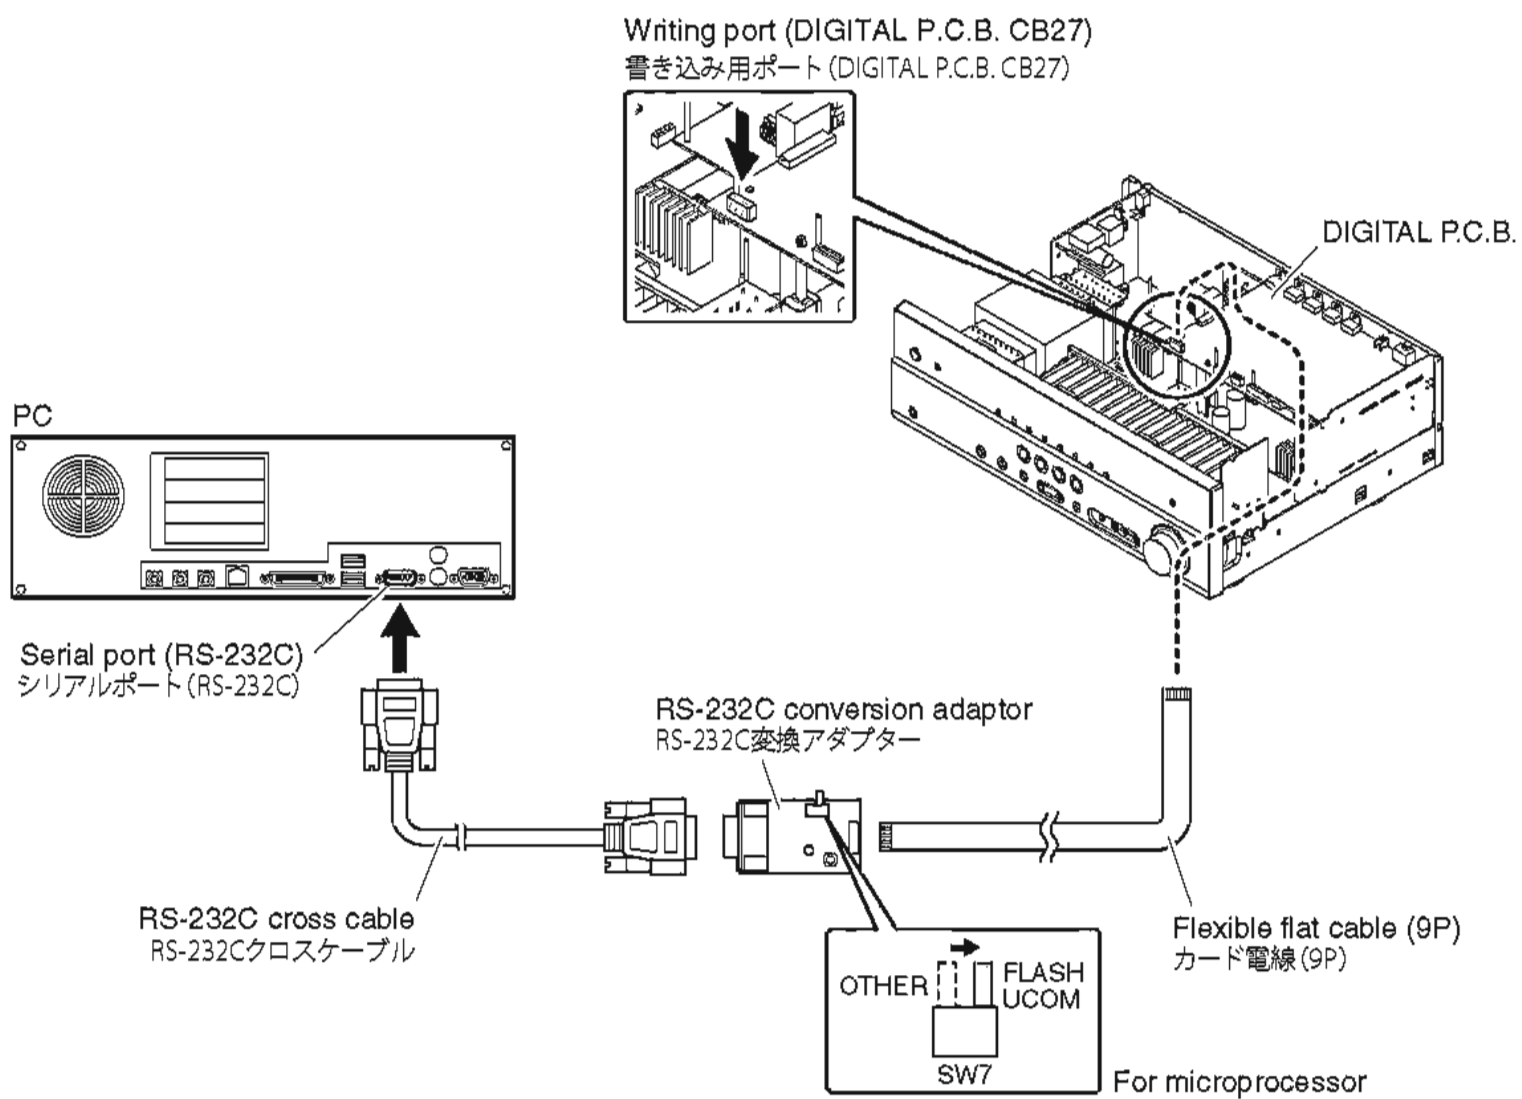

Fig. 1
(Fig. 1)
- 3. Set the switch (SW7) of RS-232C conversion adaptor as shown below. (Fig. 1)
- 2. 本機の書き込み用ポート (DIGITAL P.C.B. の CB27) と PC のシリアルポート (RS-232C) を下記のように接続します。 (Fig. 1)
- 3. RS-232C 変換アダプターのスイッチ (SW7) を下記のように設定します。 (Fig. 1)